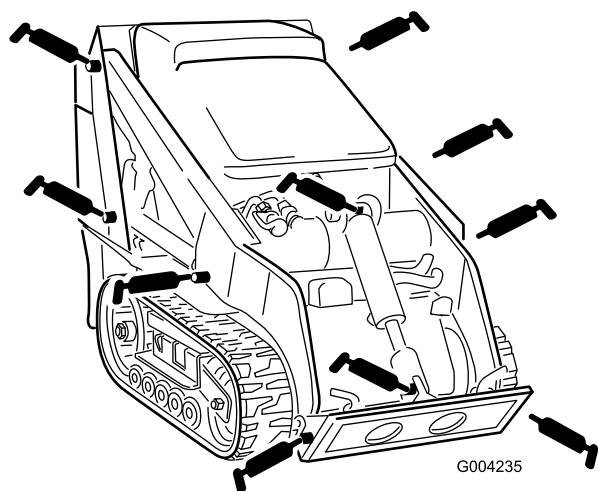
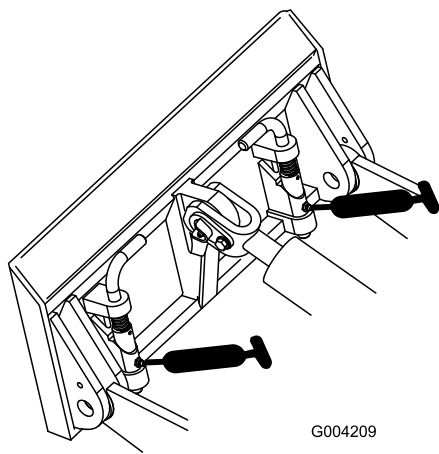

Рисунок 31
Рисунок 32
3. Присоедините к каждой масленке шприц для нагнетания консистентной смазки (Рисунок 31 и Рисунок 32).